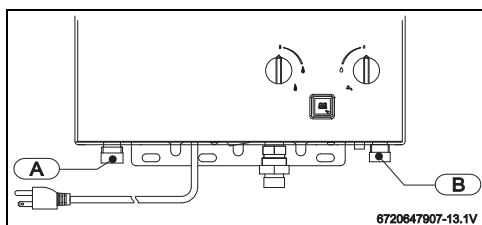

Fig. 11 Conexión del agua
- ▶ Identificar el tubo de agua fría (→ Fig. 11, ítem B) y el tubo de agua caliente (→ Fig. 11, ítem A), para evitar cualquier conexión equivocada.